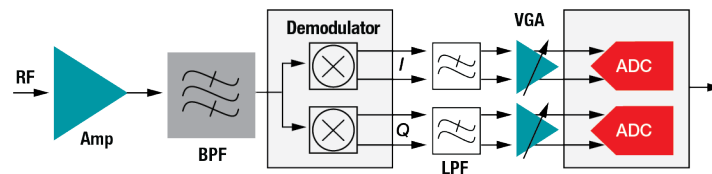

图 1. 典型的复频混频器架构
- 您是否会使用零中频 (IF)/复混频器架构 (图 1)？